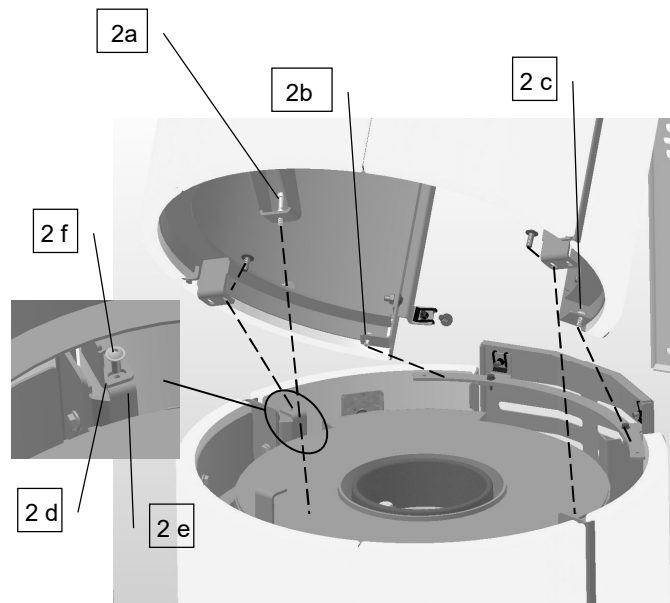

Abb. 2
6. Das Zweiteilige Einlegeblech (Abb. 3e) lose in die Öffnung der Topplatte einlegen. Bei Rauchrohranschluß hinten (siehe Abbildung 2) die Abdeckkrone mit der matten Seite nach oben einlegen.